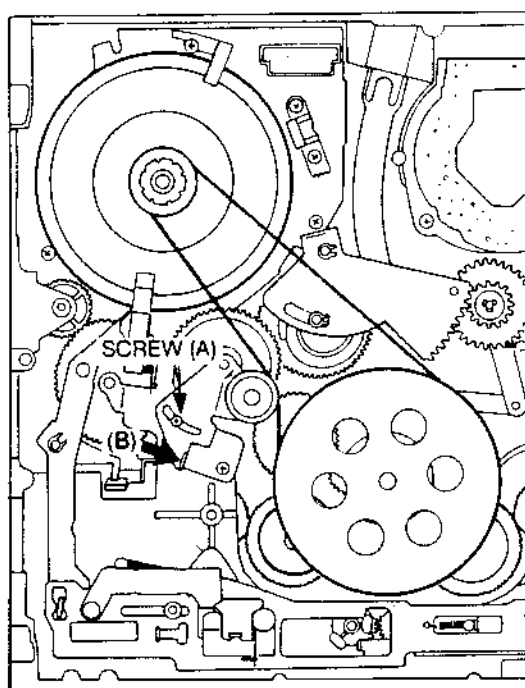

Fig. 2-1
- Schraube (A) mit einem Schraubendreher etwas lockern.
- Das Federmanometer gegen den Bügel Pos. 108(2) setzen und diesen in Pfeilrichtung (B) drücken, siehe Fig. 2-1.
- Schraube (A) wieder festdrehen, wenn das Federmanometer $40 \text{ g} \pm 5 \text{ g}$ anzeigt.